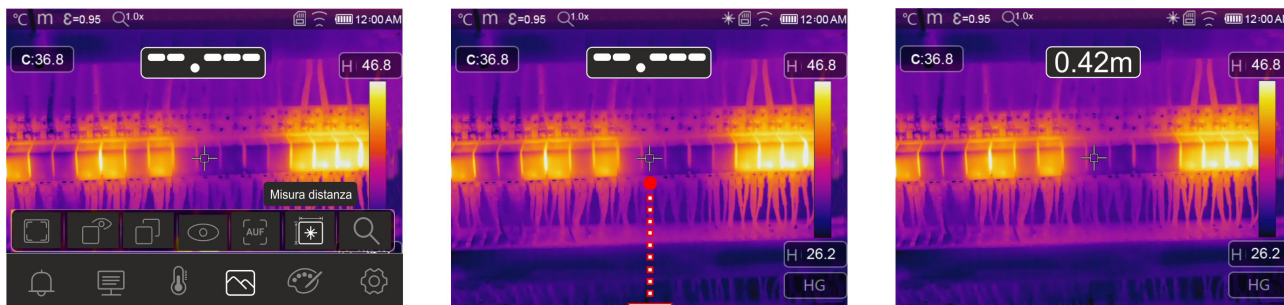

Fig. 37: Funzione misura distanza con puntatore laser
4. Toccare l'icona "☀" per attivare la misura di distanza dello strumento dall'oggetto inquadrato. La videata di Fig. 37 – parte sinistra è mostrata a display
5. Premere il tasto "☐☀". Il puntatore laser è attivato sullo strumento, l'icona di presenza del laser (vedere Fig. 6 – parte 6) è presente nella parte alta e l'indicazione dell'inizio misura è presente a display (vedere Fig. 37 – parte centrale)
6. Premere nuovamente il tasto "☐☀" per eseguire la misura. Il risultato è mostrato nella parte alta centrale del display (vedere Fig. 37 – parte destra)